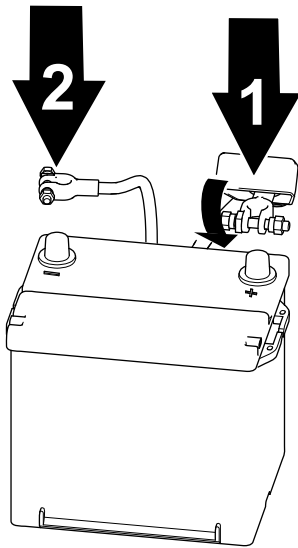

Figura 61
1. Conecte el cable positivo a la batería y apriete la tuerca de pinza de la batería (Figura 61).
2. Conecte el cable negativo a la batería y apriete la tuerca de pinza de la batería (Figura 61).